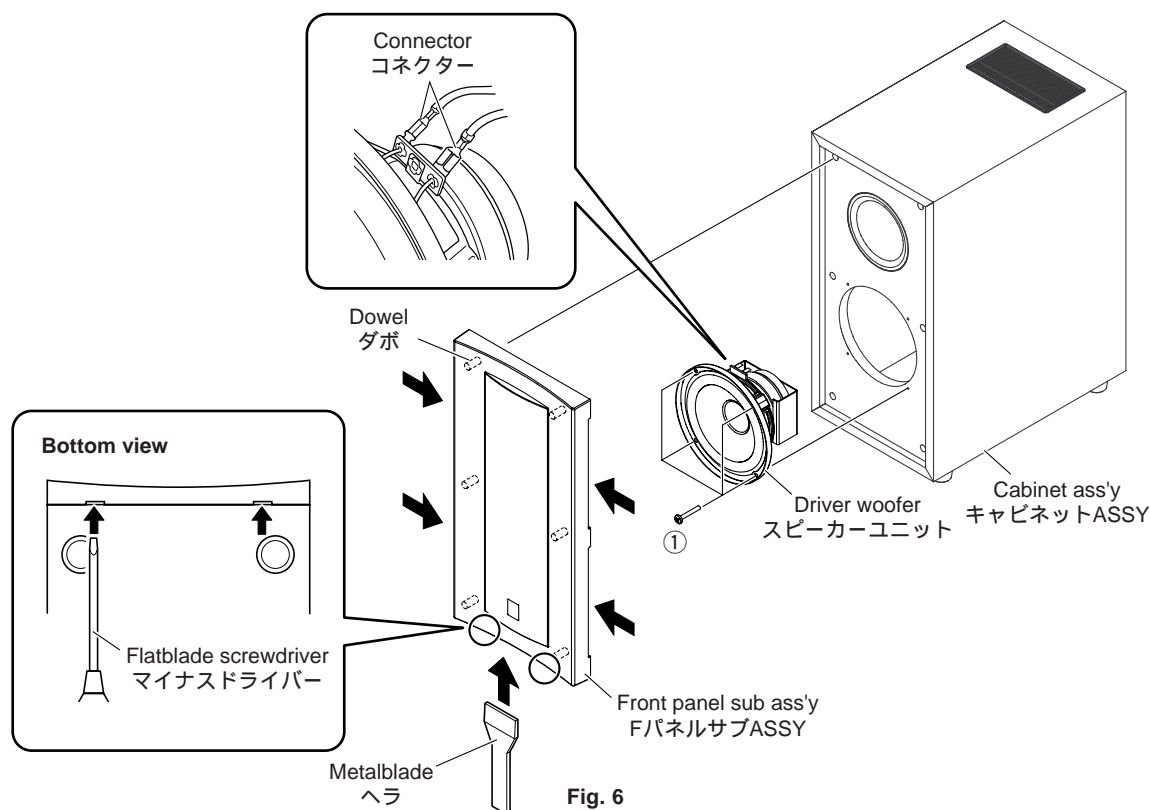

Fig. 6
- First, insert a flatblade screwdriver at 2 locations on the bottom to push up the front panel sub ass'y. (Fig. 6)
- Then, using a metalblade or the like, push up the front panel sub ass'y to remove it. (Fig. 6)
- Remove 4 screws (①). (Fig. 6)
- Disconnect the connector connected to the terminal of the driver woofer. (Fig. 6)
- Remove the driver woofer. (Fig. 6)
- 最初に、底面の 2 箇所へマイナスドライバーを差し込み、F パネルサブ ASSY を押し上げます。(Fig. 6)
- 次に、ヘラ等を使い、F パネルサブ ASSY を押し上げ、取り外します。(Fig. 6)
- ① のネジ 4 本を外します。(Fig. 6)
- スピーカーユニットを引き出します。(Fig. 6)
- スピーカーユニットの端子からコネクターを外します。(Fig. 6)
- スピーカーユニットを取り外します。(Fig. 6)